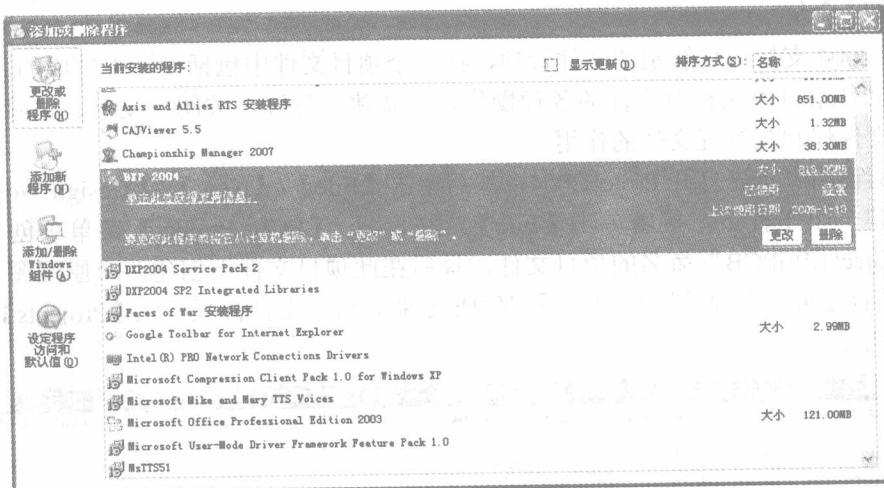

图 1-8 【添加/删除程序】对话框
(1) 单击桌面【开始】/【设置】/【控制面板】/【添加/删除程序】命令，弹出如图 1-8 所示窗口，从中选择 DXP 2004 应用软件。